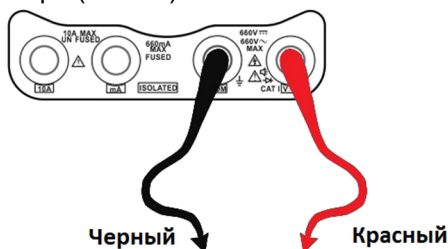

Рис.40
1. Подключить черный щуп к разъему **“COM”**, а красный щуп к разъему **“V/Ω”** CCTV-тестера (Рис.40).